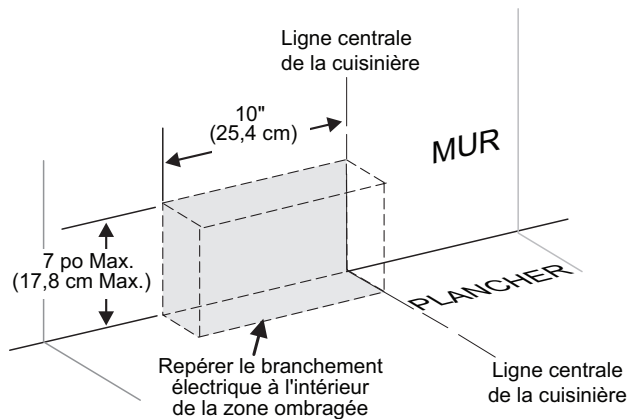
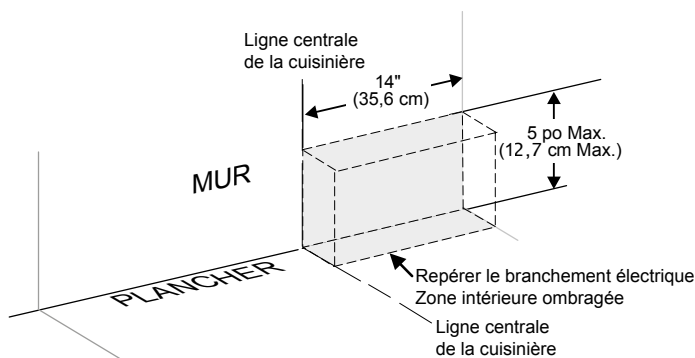
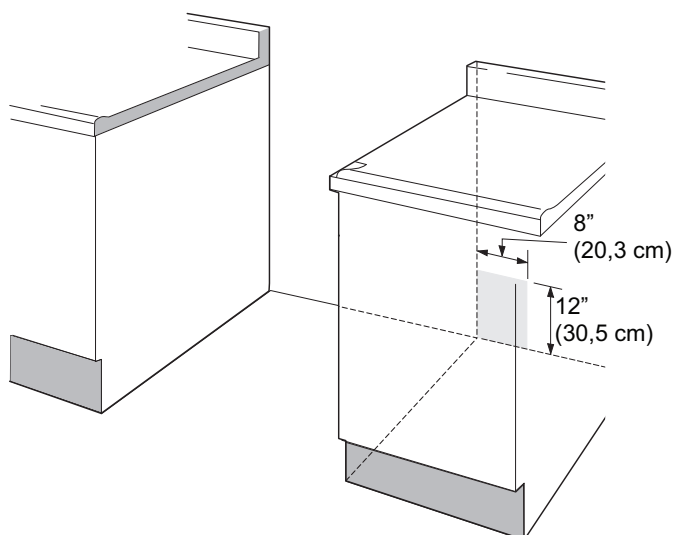

Figure 4 : Emplacement de la prise Modèles 30 po
Figure 5 : Emplacement de la prise Modèles 36 po
Figure 6 : Emplacement de la prise armoire adjacente
1. Si la cuisinière sera installée avec une armoire des deux côtés, tracer une ligne centrale sur le plancher entre les armoires (Figure 5).
L'emplacement suggéré de la prise murale est illustré dans la Figure 4 pour les modèles de 30 po et dans la Figure 5 pour les modèles de 36 po. La prise peut aussi être située dans le coin inférieur gauche de l'armoire adjacente de droite, tel qu'illustré dans la Figure 6.